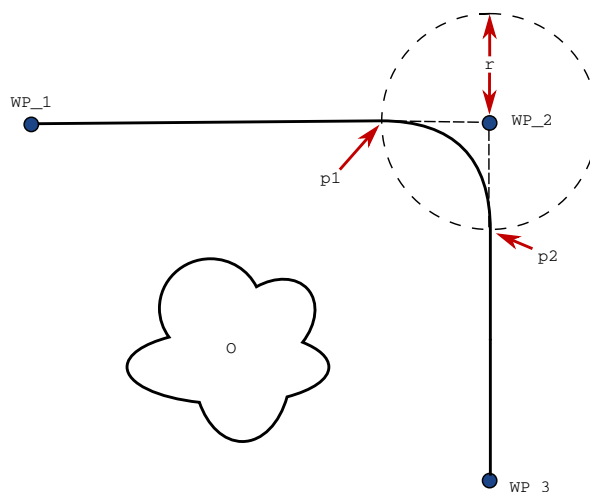

Figura 15.3: Transición de WP\_2 con radio  $r$ , posición de transición inicial en p1 y posición de transición final en p2. O es un obstáculo.
**Parámetros de transición** Además de los puntos de paso, otros parámetros afectarán a la trayectoria de transición (ver figura 15.3):